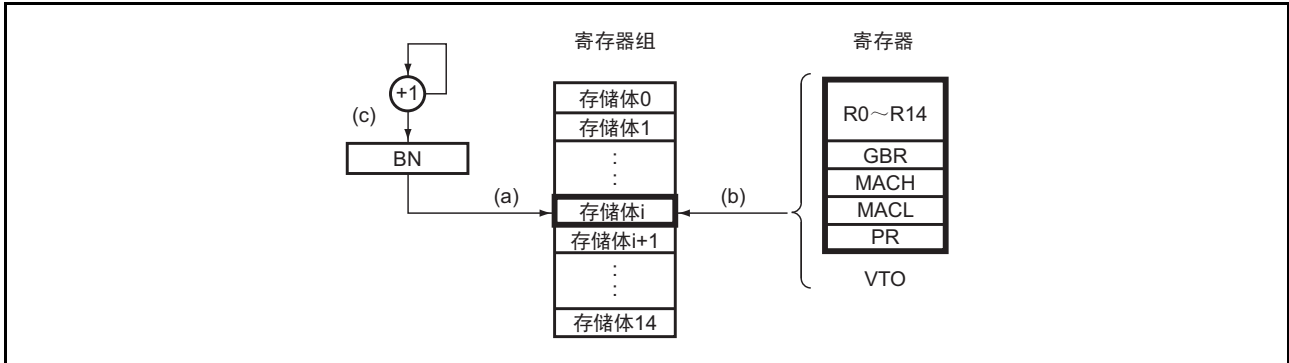

图 7.11 存储体的保存
(1) 存储体的保存
- 保存到寄存器组的运行如图 7.11 所示。当发生中断并且允许 CPU 所接受的中断使用寄存器组时，运行如下：